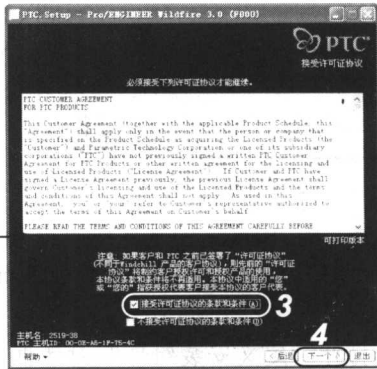

图 1-4 许可证协议
(2) 在“接受许可证协议”窗口中选中 ☒ 接受许可证协议的条款和条件(A) 复选框, 才可继续进行安装, 单击“下一个 >”按钮, 如图 1-4 所示。